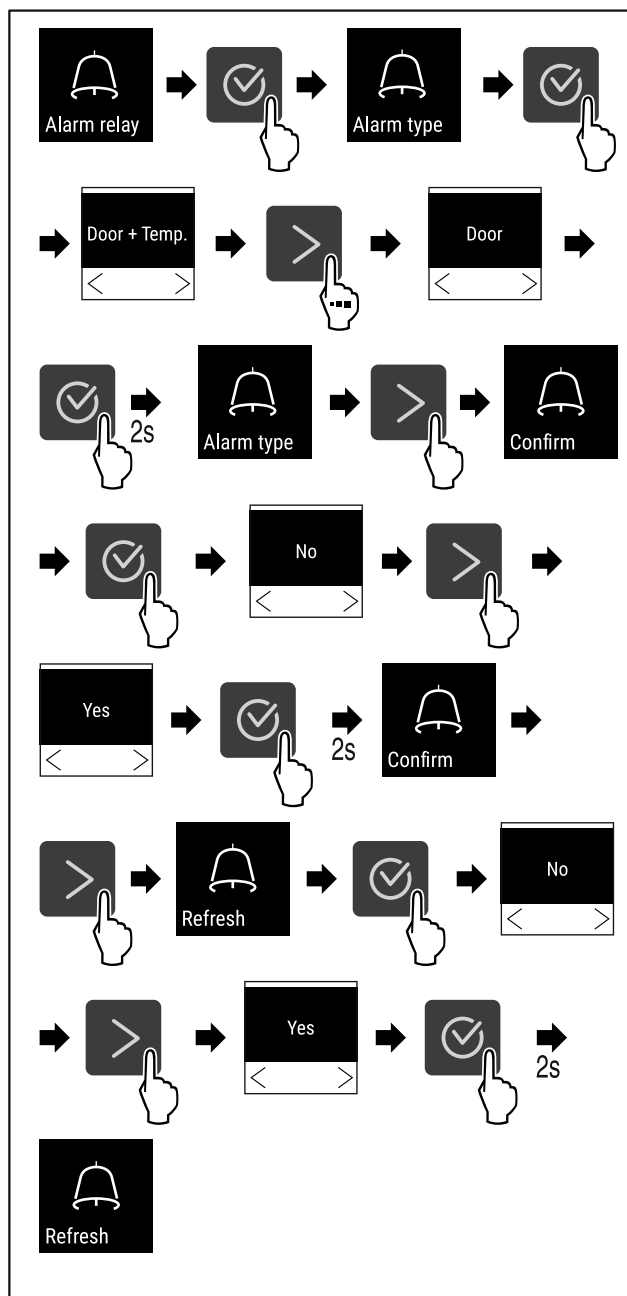

Fig. 125
- ▶ Stappen (zie Fig. 125) uitvoeren.